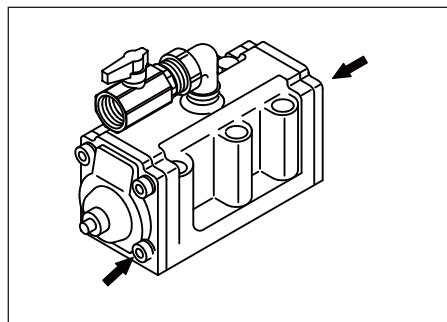

Figure 28
- Retirez le bouchon 8 A et B de plafonnement des honoraires des boulons, et de supprimer une casquette et le chapeau B (voir Figure 28).